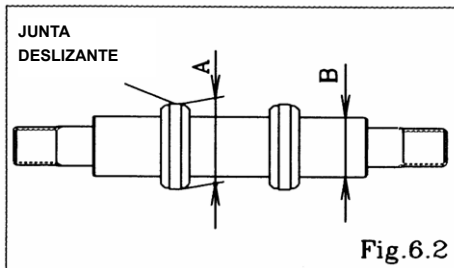

Fig. 6.2
- Conjunto del pistón central [Fig. 6.2]